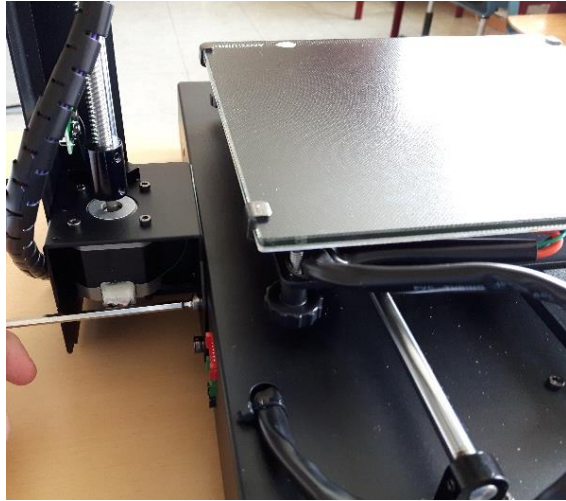

Abbildung 4: Montage der Druckplatte mit dem Druckkopf.
**Zu Punkt 3:** Zuerst setzten wir, den vormontierten Drucktisch mit beheizter Druckplatte mit dem Druckkopf mit Vorschubmotor, der bereits auf einem Gestänge montiert war, zusammen. Wir verschraubten hierbei jeweils vier Schrauben pro Seite mit einem Inbusschlüssel. (Abbildung 4)